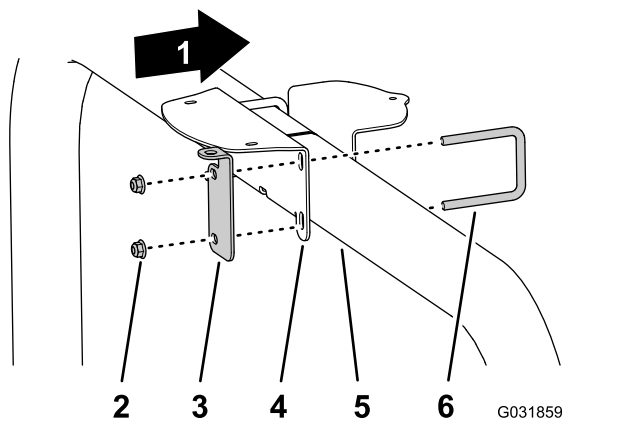

图144
- 如果您的机器配备了 GNSS 全球导航卫星系统和 CDMA 或 GSM RTK 校正调制解调器组件请使用 2 个 U 形螺栓和 4 个凸缘锁紧螺母 3/8 英寸将接收器安装支架和 RTK 天线支架组装到 ROPS 管上图 144。